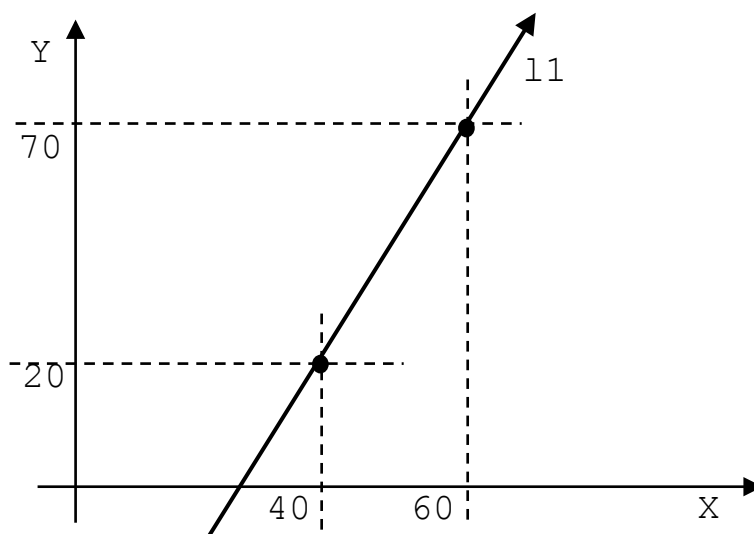

Рисунок 2.62
- прямая, проходящая через две точки (рисунок 2.62):